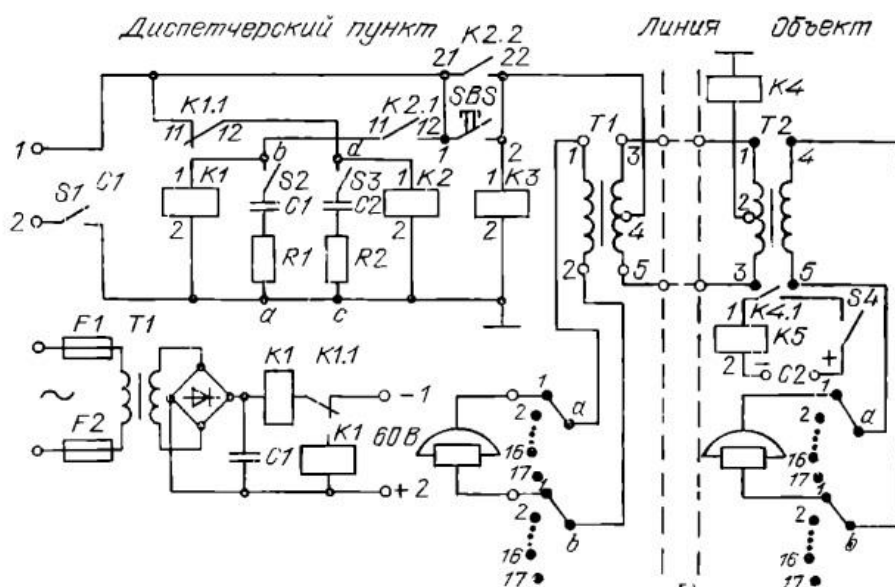

Рисунок 1 - Принципиальная схема устройства автоматики
**Задание.** Выполнить схему электрическую соединений элементов устройства по принципиальной (рисунок 1).